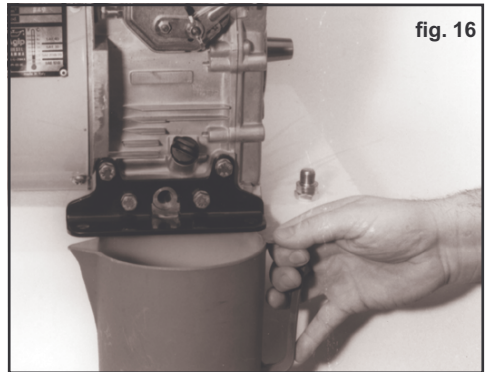

fig. 17
**OGNI 100 ORE:** Pulizia del sistema di raffreddamento (fig. 17).
**EVERY 100 HOURS:** Cooling system cleaning (fig. 17).